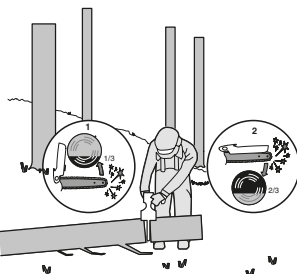

Figura 3
Si el tronco está apoyado por un extremo, tal como se muestra en la figura 3, corte 1/3 del diámetro por la parte inferior (1). A continuación, realice el corte de acabado cortando por la parte superior hasta llegar al primer corte (2).